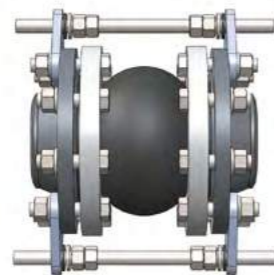

рис. 2
- стержни ограничивают компенсатор от чрезмерного сжатия – гайки и шайбы устанавливаются с внутренней стороны кронштейна; (рис. 2)